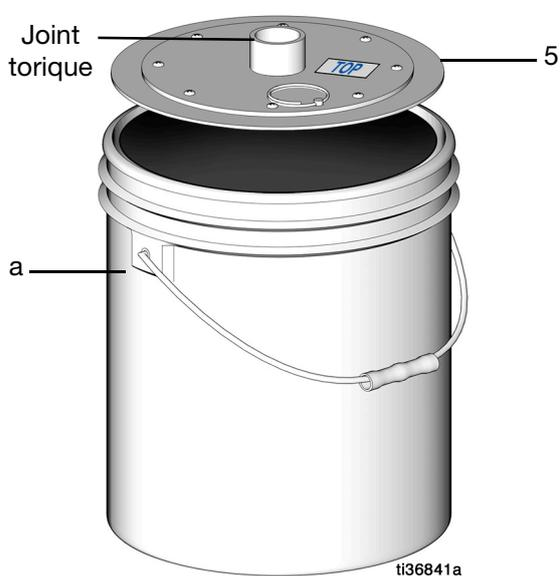

FIG. 5
3. Placez le plateau suiveur (5), haut vers le haut (étiquette face vers le haut), sur le dessus de la graisse (FIG. 5).
4. Graissez le joint torique au centre du plateau suiveur (FIG. 5).
5. Appuyez fermement sur le plateau suiveur vers le bas dans la graisse pour éliminer toutes les poches d'air (FIG. 5).